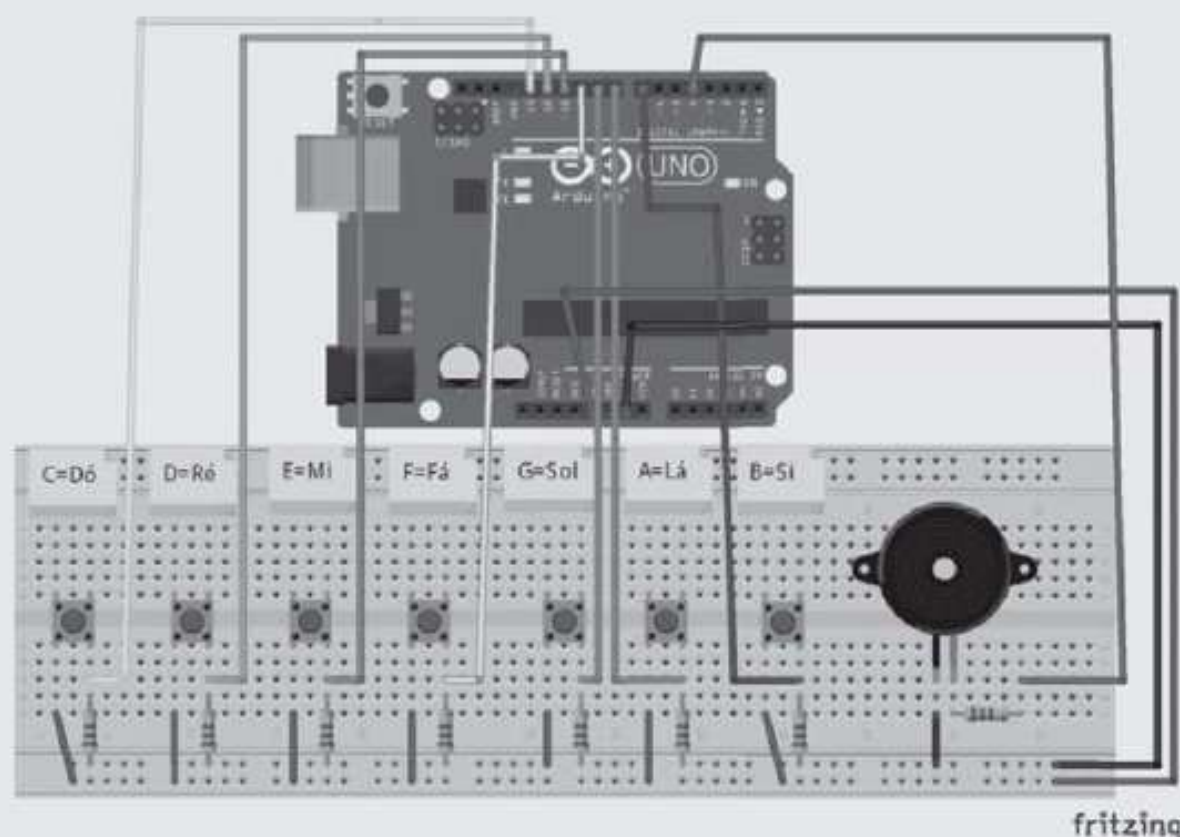

Figura 6.4 – Teclado musical.
3. Desenvolva um pequeno teclado musical. Conforme ilustra a Figura 6.4, na protoboard conecte sete botões, que serão equivalentes às sete notas musicais (C=Dó, D=Ré, E=Mí, F=Fá, G=Sol, A=Lá e B=Si). Cada vez que um botão for pressionado, a nota correspondente deverá ser reproduzida no buzzer.